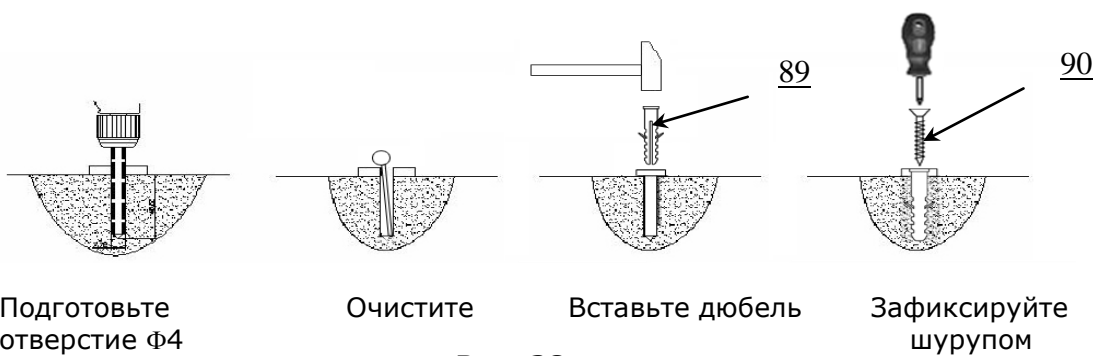

Рис. 28
2.2 Электрическая схема (См. рис. 28).
2. Зафиксируйте кожух (См. Рис. 28).
Н. Установка пневматических линий (доп. опция)(Рис.28)